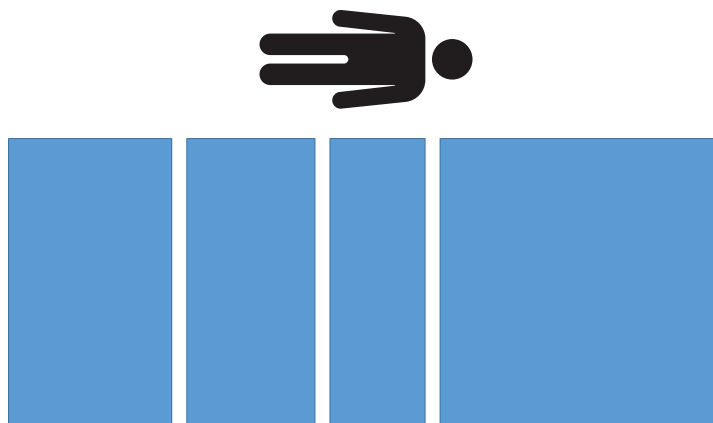

Figura 24 – Ensaio de desempenho de pesagem - 0 kg
12. Retire todos os pesos calibrados do produto (Figura 24).